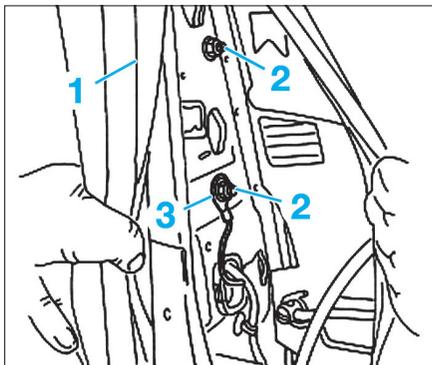

Fig. 12
- Mettre de côté la garniture du dossier (1) (Fig.12).
- Déposer les écrous (2) de l'airbag latéral avant.
- Sortir le câble de masse (3).